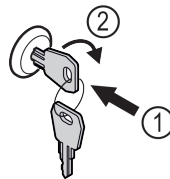

Fig. 165
- Schlüssel hineindrücken. Fig. 165 (1)
- Schlüssel um 90° im Uhrzeigersinn drehen. Fig. 165 (2)